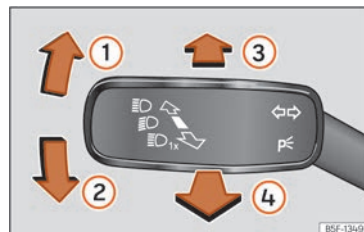

Fig. 81 Palanca de intermitentes y de luz de carretera.
- Desde la posición base, pulse hacia delante la palanca de los intermitentes y luz de carretera » » » fig. 81 ③.
- **O BIEN:** si el asistente de luz de carretera está conectado, tire hacia atrás de la palanca de los intermitentes y de luz de carretera » » » fig. 81 ④.